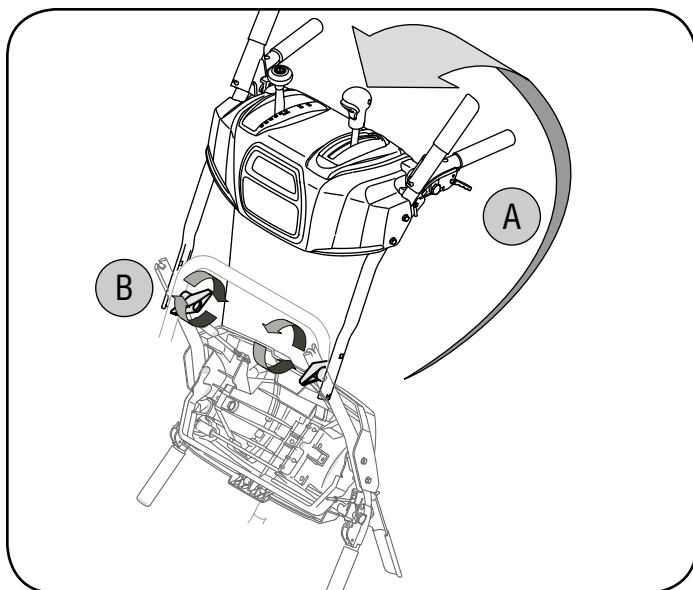

Figura 1
- Tire hacia arriba y hacia atrás de la manija superior, tal y como se muestra en la figura 1. Alinee la manija superior con la manija inferior.